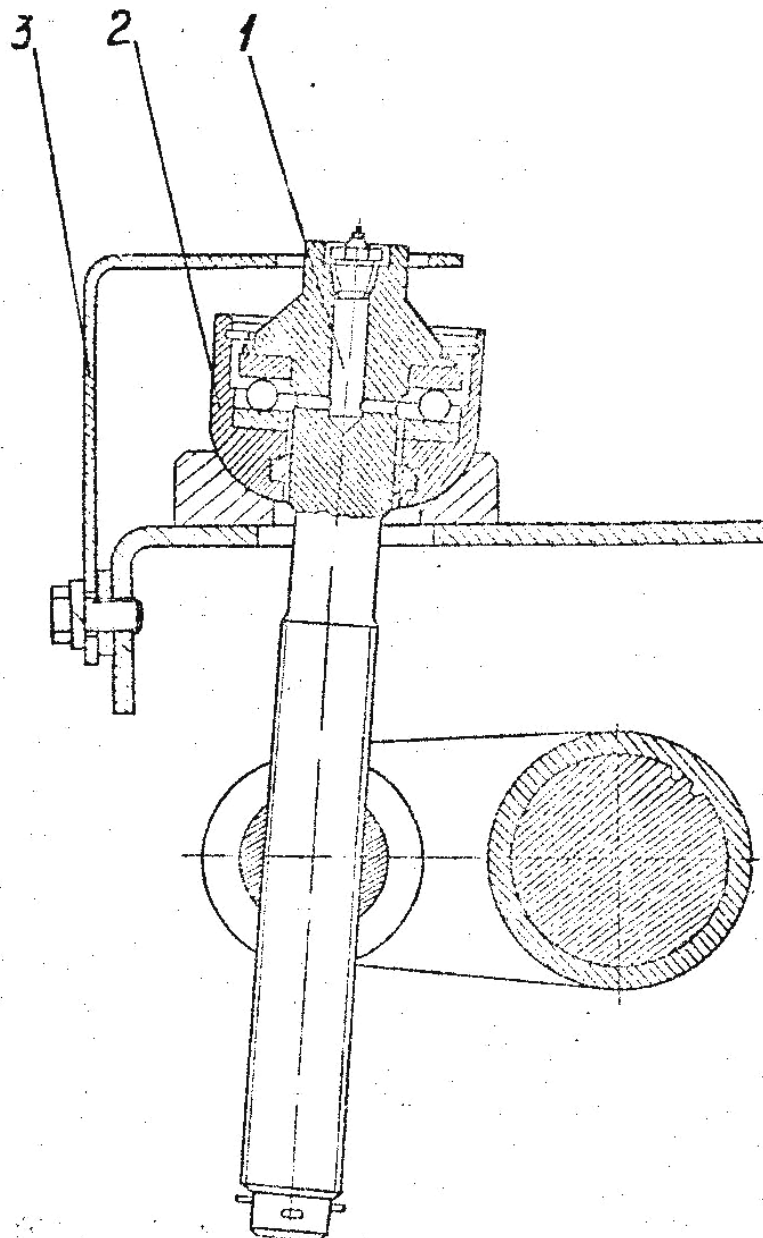

Рисунок 60 – Регулировка натяжения гусениц:
- снять стопор 3 натяжного винта (рисунок 60) и ключом вращать винт 1 по часовой стрелке до нормального натяжения (для ослабления натяжения вращать винт против часовой стрелки);